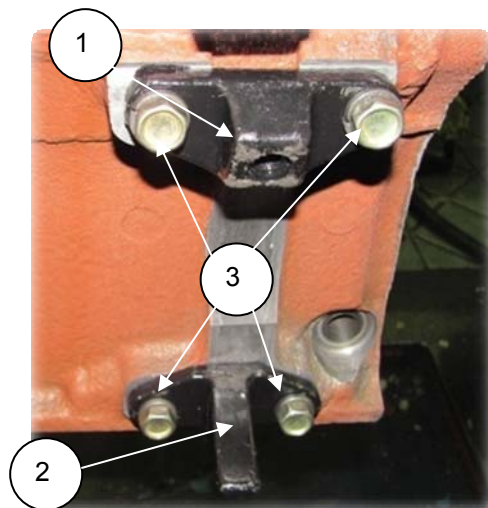

Рис. 2.15
1. Снять верхний (1) (8401.3708702) и нижний (2) (8401.3708704-10) кронштейны крепления стартера, отвернув 4 болта М12х1,25 (S=17) (3) (рис. 2.15).